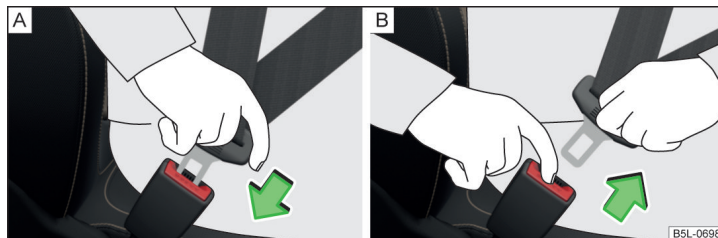

Bild 7 Spänna fast/ta av säkerhetsbälten
- ▶ Stick in låstungen i bälteslåset » bild 7 - **A** för stolen tills den klickar fast.
- ▶ Tryck in den röda knappen i bälteslåset » bild 7 - **B** så att låstungen hoppar ut.